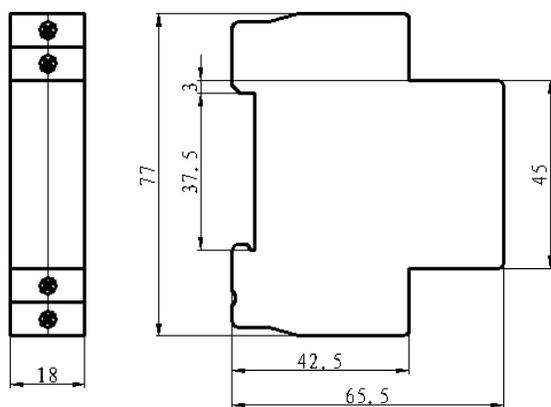

图2 Picture 2
■ 欠压脱扣器、过压脱扣器、过欠压脱扣器外形及安装尺寸（见图2）